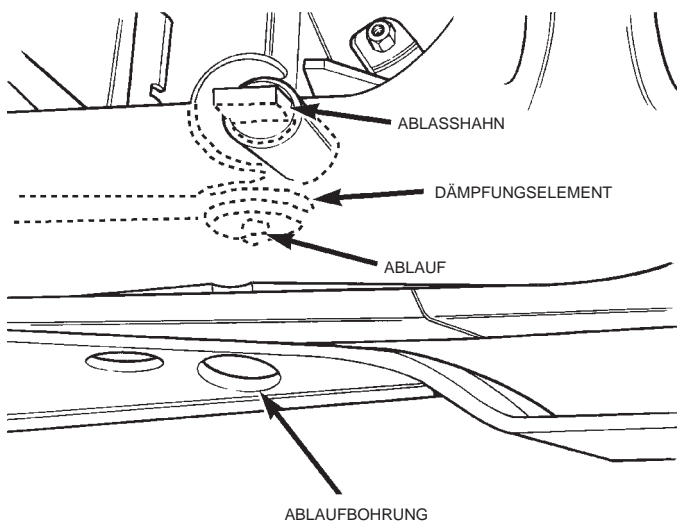

Abb. 14 Lage des Kühlerablasshahns
(1) Den Kühlerablasshahn öffnen, der sich unten rechts am Kühler befindet (Abb. 14). Das Kühlmittel läuft durch das Kühler-Dämpfungselement an der rechten Unterseite ab. **Zum Öffnen des Ablasshahns keinesfalls eine Zange verwenden.**
(2) Den Deckel des Kühlmittel-Ausgleichsbehälters abschrauben und das Thermostat-Entlüftungsventil öffnen.
(3) Die Ablassschrauben am Motorblock unter den Auspuffkrümmern lösen.